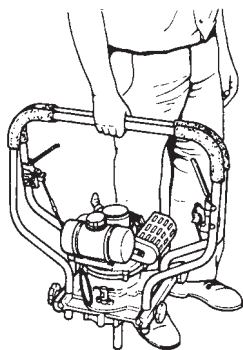

Рис. 13
- 1) Если рукоятки сложить вверх, их можно использовать как рукоятки для перемещения. (Рис. 13)